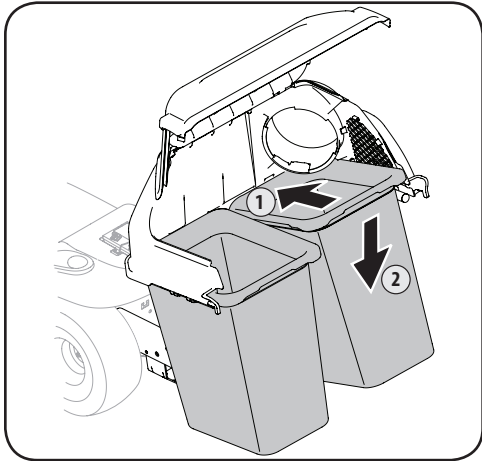

Figura 4-15
- Instale ambos conjuntos de bolsas recolectoras de césped con los lados de engrane apretados hacia adelante, a las ménsulas de soporte de las bolsas insertando el borde delantero primero, como se muestra en la Figura 4-15, y manteniendo el borde trasero hacia abajo hasta que encaje en la unidad.